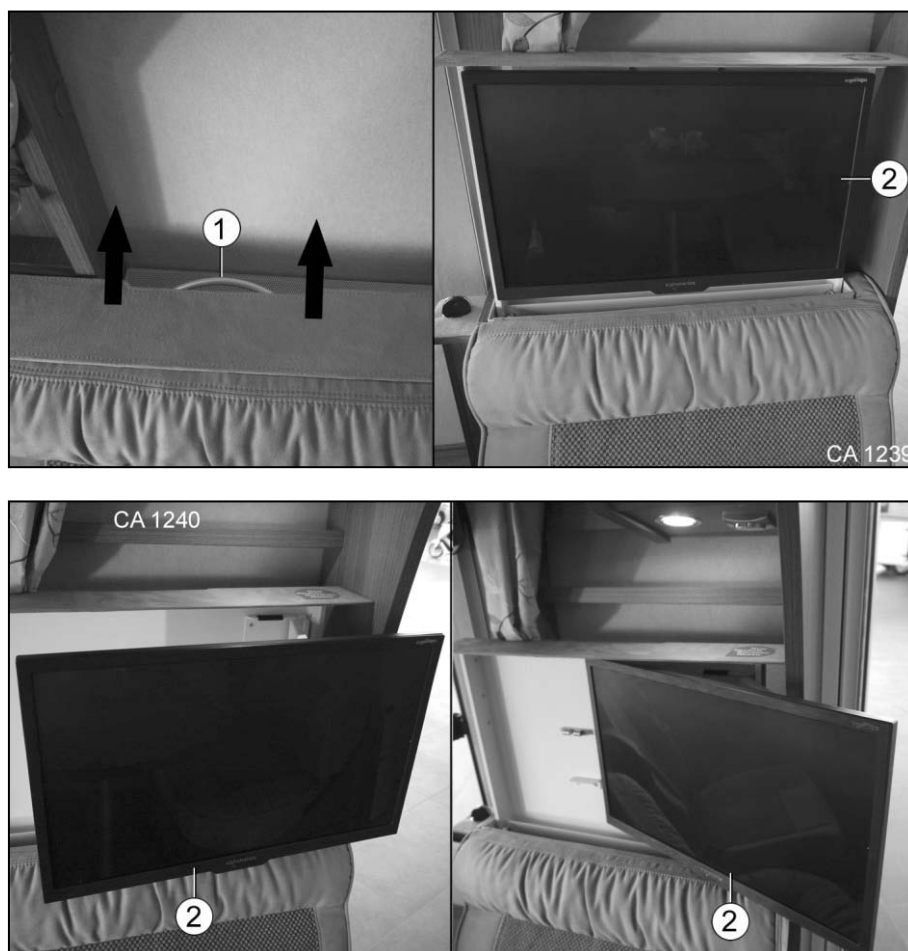

Fig. 147 Système coulissant de l'écran TV au niveau de la banquette latérale
1. Tirer la poignée (Fig. 147/1) dans le sens indiqué.
2. Tirer l'écran TV (Fig. 147/2) hors du support.
3. Pivoter l'écran TV (Fig. 147/2) vers la droite ou vers la gauche.